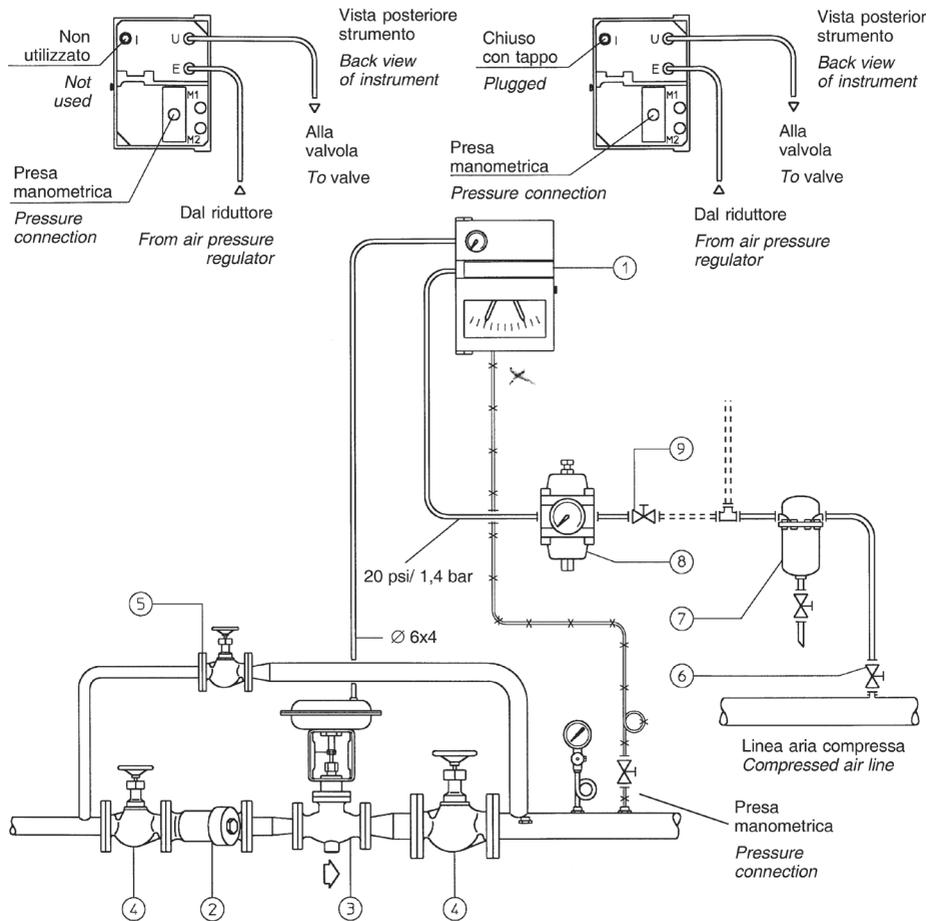
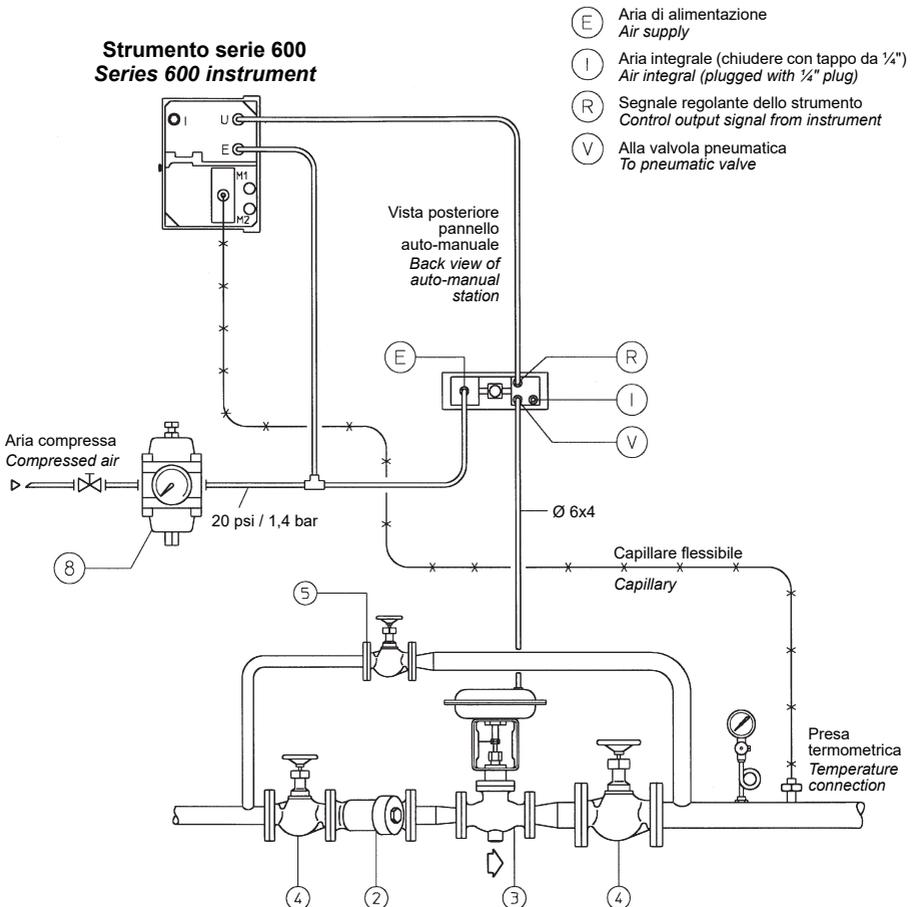
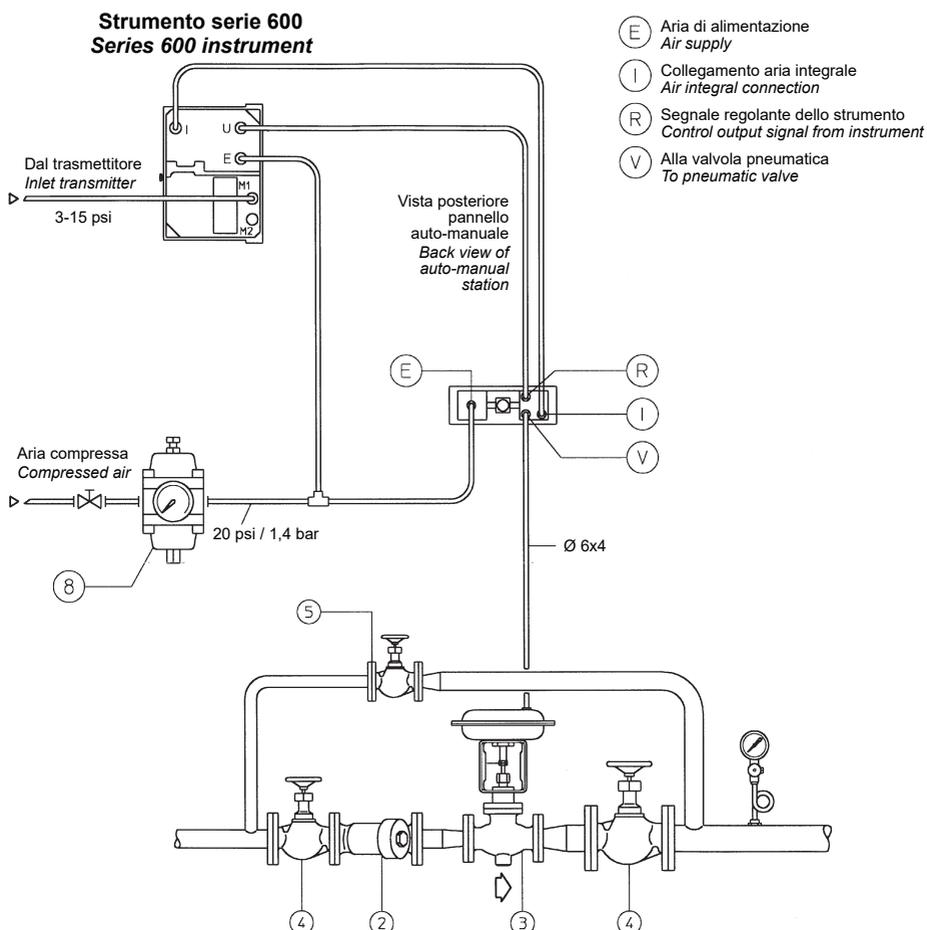

Fig. 4 - Schema tipico di installazione dei regolatori ad azione P e PI
Fig. 5 - Schema tipico di installazione dei regolatori ad azione P con pannello di commutazione auto-manuale
Fig. 6 - Schema tipico di installazione dei regolatori ad azione PI con pannello di commutazione auto-manuale
E' prescritta l'installazione di un filtro, generalmente incorporato nel riduttore di pressione dell'aria, prima di ciascun strumento (part. 8 di Fig. 4; tipo FR 20-M). Si eviteranno con sicurezza inconvenienti dovuti alla ruggine, realizzando collegamenti pneumatici in materiale non ferroso (rame, nylon, ecc.).
It is strongly recommended to fit a suitable filter on the air inlet of each controller however this is usually supplied as an integral part of the auxiliary air pressure regulator (part. 8 on Fig. 4; type FR 20-M).
Il segnale regolante in uscita dai regolatori ha un valore standard di 3+15 psi (oppure 0,2+1 bar). Il segnale deve essere convogliato alla valvola a diaframma (3) con tubo di rame o nylon come in Fig. 4.
The pneumatic control output from the controllers is a standard 3 to 15 psi (or 0.2 to 1 bar) signal. Signal must be conveyed to the pneumatic control valve (3) by means of a copper or nylon tubing as shown in Fig. 4.
Prima di installare la valvola pneumatica, assicurarsi che la tubazione che convoglia il fluido di processo sia pulita, procedendo se possibile ad una energica soffiatura della medesima con vapore od aria compressa. L'installazione di un filtro (2) a monte della valvola, eviterà il possibile ingresso di sporcizia negli organi di strozzamento. Nel caso di impianti a funzionamento continuo, onde rendere possibile la periodica manutenzione della valvola, si consiglia di installare due valvole di intercettazione (4) ed una di by-pass (5) come illustrato nella Fig. 4. Mediante la valvola di by-pass si potrà anche regolare manualmente il processo durante l'esclusione della valvola di controllo. La valvola di by-pass non può essere prevista quando la valvola pneumatica ha, oltre la funzione di controllo, anche il compito di blocco di sicurezza. Le due valvole di intercettazione (4) prima e dopo la valvola di regolazione dovranno avere un passaggio uguale a quello della tubazione. La valvola di by-pass avrà preferibilmente un passaggio uguale a quello della valvola di regolazione, e ciò per rendere più agevole la regolazione manuale. Nell'eseguire l'installazione della valvola pneumatica, assicurarsi che il senso del flusso nella valvola coincida con la direzione della freccia stampigliata sul corpo. I collegamenti pneumatici da realizzare sono visibili in Fig. 4. Sul retro degli strumenti sono riportati gli stessi riferimenti indicati sullo schema per i vari attacchi pneumatici. Il collegamento alla valvola pneumatica di controllo, quando il regolatore è provvisto di pannello auto-manuale; riferirsi a Fig. 5 per regolatori a sola azione proporzionale ed a Fig. 6 per regolatori ad azione proporzionale-integrale.
Il pannello di commutazione auto-manuale viene impiegato quando si desidera poter escludere la regolazione automatica e funzionare manualmente, oppure quando l'avviamento della regolazione si presenta difficoltoso. Il pannello di commutazione è composto da un commutatore a due posizioni (automatico e manuale), una manopola di regolazione e un manometro che indica il valore del segnale in uscita dal regolatore manuale. I collegamenti pneumatici da realizzare sono visibili in Fig. 5 per regolatori a sola azione P e in Fig. 6 per regolatori ad azione PI. Sul retro degli strumenti sono riportati gli stessi riferimenti indicati sugli schemi per i vari attacchi pneumatici.
A pipe strainer (2) installed upstream of control valve will prevent dirt from obstructing valve internal passages. For installations requiring continuous operation it is advisable that two isolating valves (4) and a by-pass valve (5) are fitted, as shown in fig. 4, to enable periodic maintenance of control valve. This by-pass valve arrangement allows temporary manual control of the process, should the control valve be removed.
When installing control valve make sure that valve flow direction shown by an arrow on valve body corresponds to fluid direction in the process line. Pneumatic piping arrangement is shown in Fig. 4. On the back of controller case, same references for the various connections shown in pneumatic connections scheme are indicated.
For control signal piping arrangement to pneumatic valve when an auto-manual station making reference to Fig. 5 for controllers with proportional action only and to Fig.6 for proportional-integral action controllers.
The auto-manual station is used when the ability to switch from automatic control to temporary manual process control is required or alternatively when automatic start-up of a control loop is proving difficult. The auto-manual station consists of a two-position switch (automatic/manual), a regulating knob and a gauge indicating output signal pressure from manual regulator. Pneumatic connections are shown in Fig. 5 for controllers with proportional action only and in Fig. 6 for proportional-integral action controllers. The same letters shown on schemes for pneumatic connections are indicated on the back of the instrument cases.